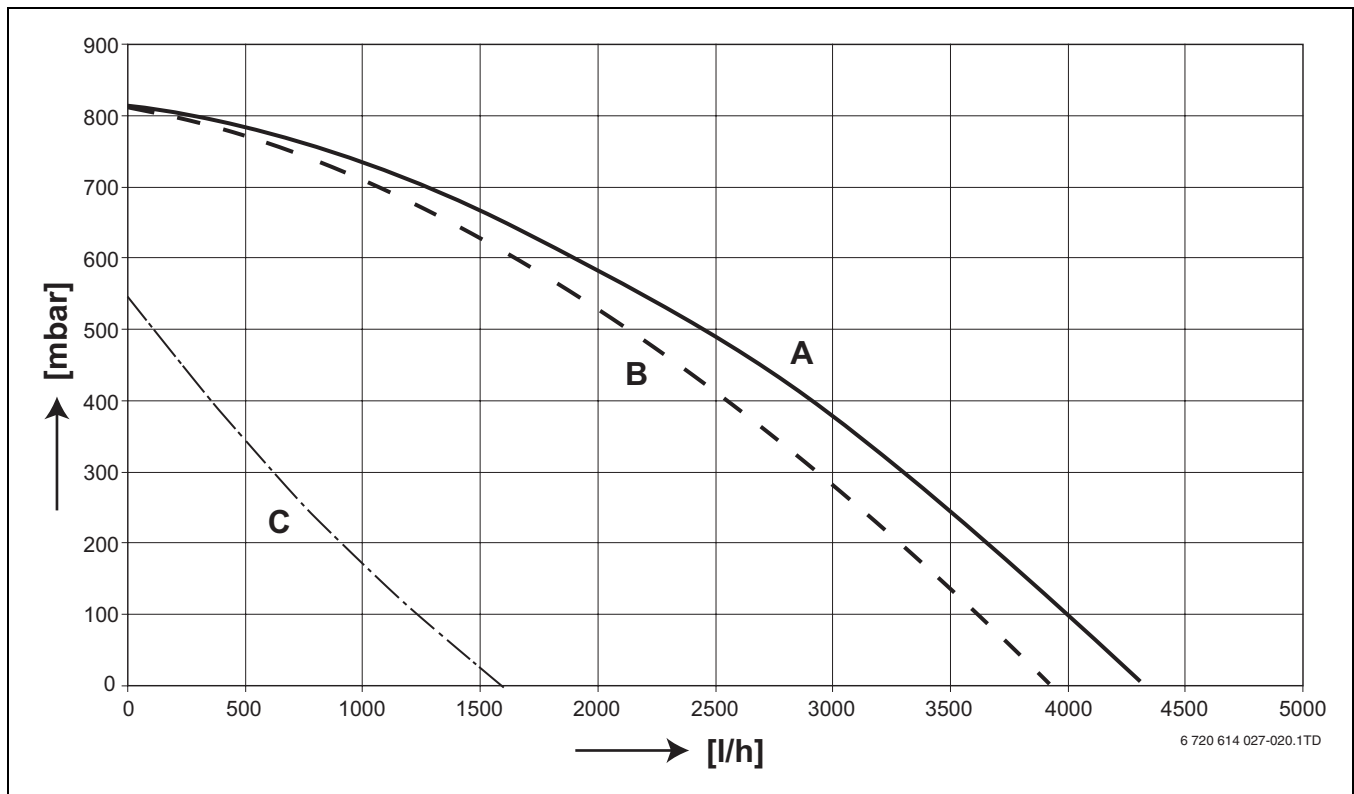

Fig. 20 Înălțimea de refulare rămasă după setul de racordare (UPER 25-80) - cu și fără supapă de refulare
- ▶ Pentru calcularea diametrelor țevii de tur și a celei de retur este necesară respectarea înălțimii de refulare rămase după setul de racordare în condițiile unui debit minim necesar (→ tab. 4 și fig. 20, pagina 14). Diametrele minime ale țevii de tur și retur sunt 1½" sau Ø 35 mm.